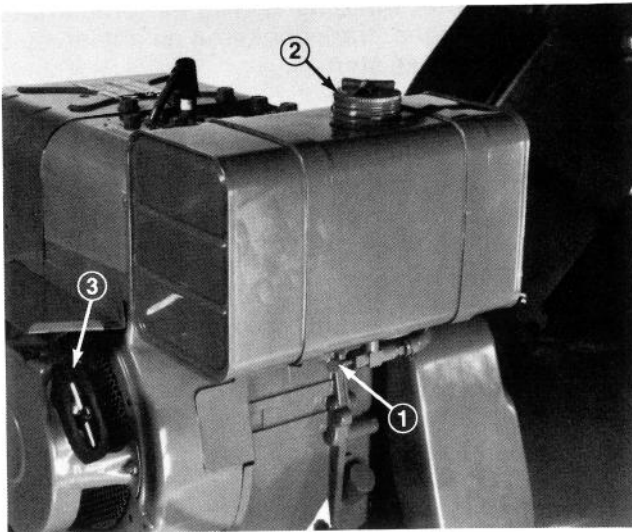

Fig. 19
Benzinhane (Fig. 19). Luk hanen for at stoppe benzintilførslen, og åben for at lade benzin flyde til karburatoren.
Snorstart (Fig. 19). Ved start, træk i starthåndtaget.
3. Åben benzinhanen (Fig. 19).
6. Grib om snorstarterens håndtag (Fig. 19) og træk det langsomt ud indtil De mærker det "tage fat"; træk derpå kraftigt i håndtaget for at starte motoren. Drypper der benzin ud af karburatoren, mens De starter motoren, skyldes det, at benzintilførslen er for rigelig. Dette ændres ved at trække chokeren helt op og trække i starthåndtaget adskillige gange for derved at rense karburator og cylinder for overflødig benzin.